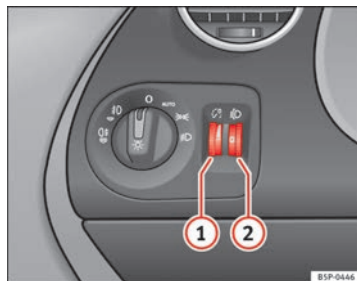

Fig. 74 Tablero de instrumentos: reguladores de la iluminación de instrumentos y mandos y del alcance de los faros
Con las luces encendidas se puede regular la intensidad de la luz de los instrumentos girando la ruedecilla moleteada → fig. 74 ①.